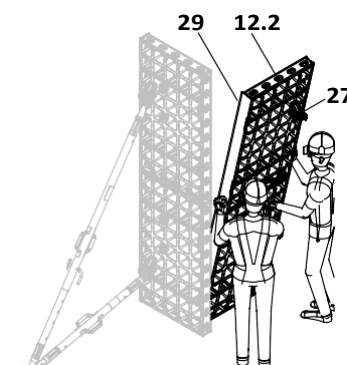

Fig. C1.05
6. Свържете втората единица елементи с първата посредством ъглов съединител DUO (23). (Fig. C1.05 + C1.06)